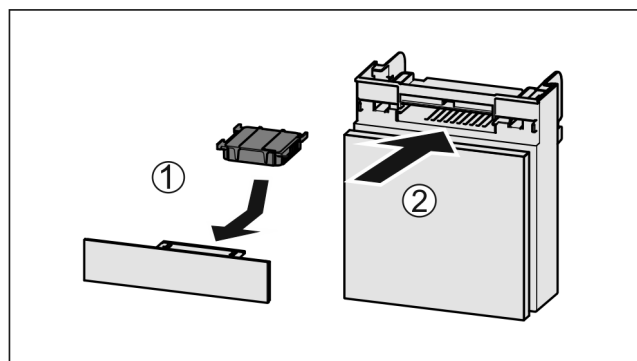

Fig. 155
- ▶ Установите фильтр с активированным углем, как показано на рисунке Fig. 155 (1).
- ▶ Вставьте отделение Fig. 155 (2).